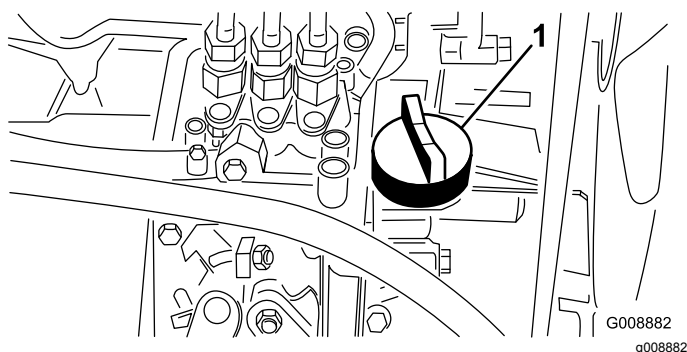

Figura 37
4. Se l'olio è insufficiente, togliete il tappo di rifornimento (Figura 37) e aggiungete lentamente piccole quantità di olio, controllando spesso il livello, finché non raggiunge il segno di pieno sull'asta.